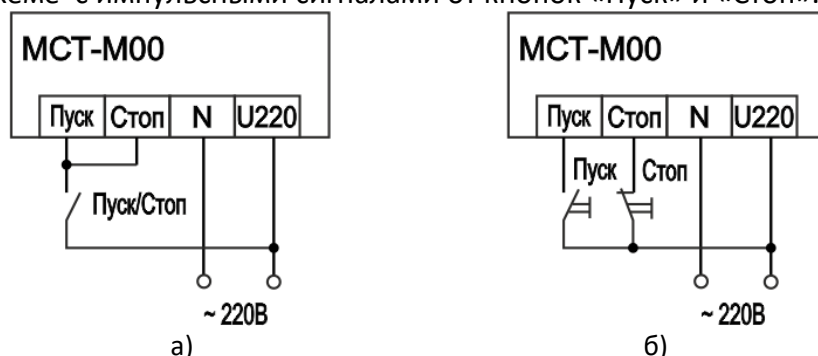

Рисунок 3 - Варианты управления дискретными входами
1.6.2 Пускатели могут управляться по 2-х-проводной схеме постоянным сигналом «Пуск/Стоп» либо по 3-х-проводной схеме с импульсными сигналами от кнопок «Пуск» и «Стоп». См. рис.3.